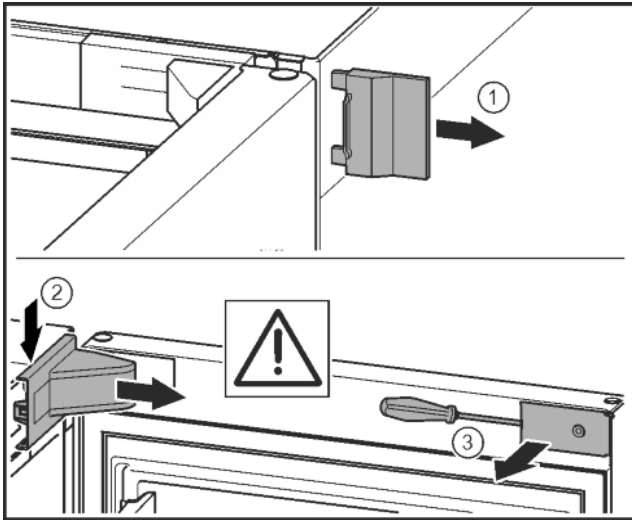

Fig. 10\*
- ▶ Sejměte vnější kryt.\* Fig. 10 (1)
- ▶ Odjistěte a uvolněte kryt stojanu ložiska. Sejměte kryt stojanu ložiska.\* Fig. 10 (2)
- ▶ Plochým šroubovákem odjistěte lištu a otočte ke straně.\* Fig. 10 (3)